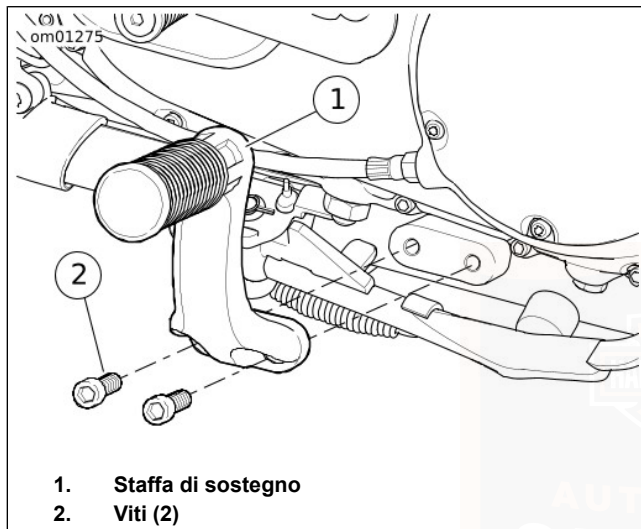

Figura 42. Gruppo del poggiapiedi del pilota montato centralmente
4. **Modelli XL con comandi montati centralmente:** Vedere Figura 42. Rimuovere le viti e staccare la staffa di sostegno del poggiatesta del pilota dal lato sinistro del veicolo.
9. **Modelli XL con comandi montati centralmente:** Vedere Figura 42. Rimuovere le viti e staccare la staffa di sostegno del poggiatesta del pilota dal lato sinistro del veicolo.